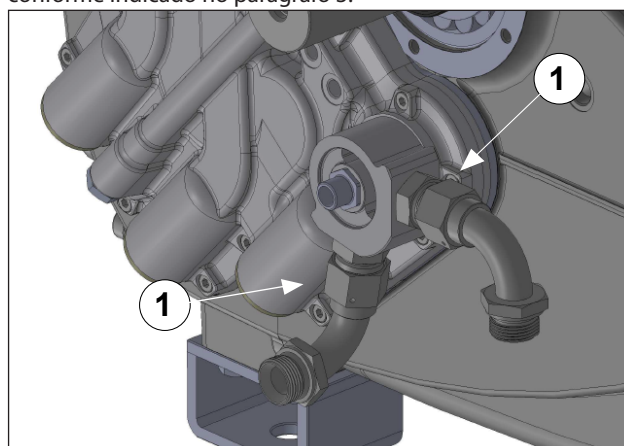

Fig. 131
Instale o cartucho do filtro de óleo, apertando-o manualmente (pos. ①, Fig. 131).